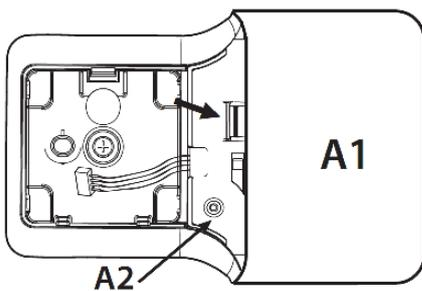
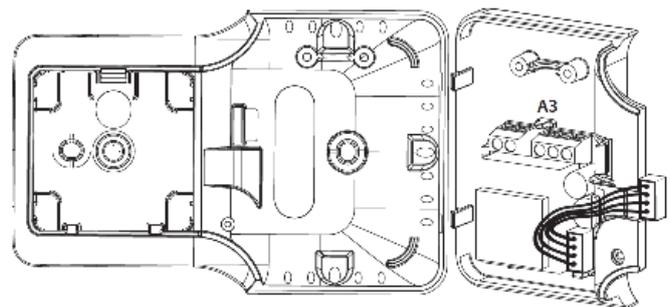

Fig. 3
Fig. 4
3. Para retirar la cubierta A1, desenrosque el tornillo A2 y presione el punto de apego (fig. 3); Bloque de terminales de acceso A3 (Fig. 4)